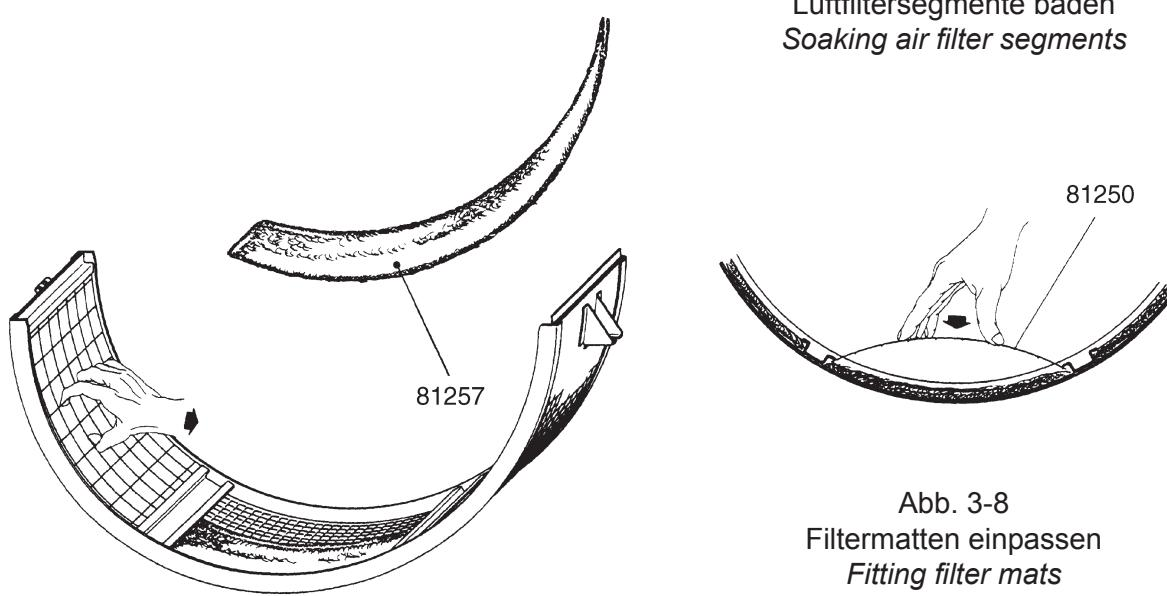

Abb. 3-8
- Filtermatten (81257) einpassen und auf passende Grösse zuschneiden (s. Fig. 3-8).
- Fit in filter mats (81257) and cut to the correct size (see fig. 3-8).